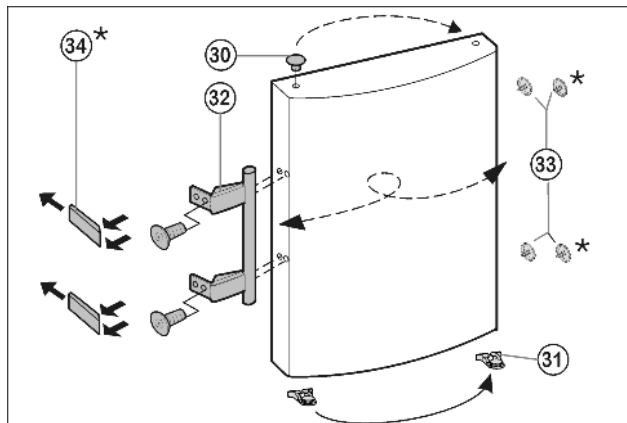

Fig. 8
- Извлеките пробку Fig. 8 (30) из опорной втулки дверцы и переставьте.
- Снимите и переставьте на противоположную сторону дверную ручку Fig. 8 (32), пробку Fig. 8 (33) и прижимные пластины\* Fig. 8 (34).